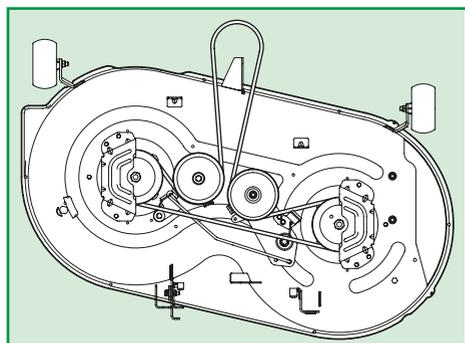

Figura 5
3. Coloque a correia para frente e verifique se o percurso é adequado em todos os canais das polias da plataforma de corte, conforme Figura 5;